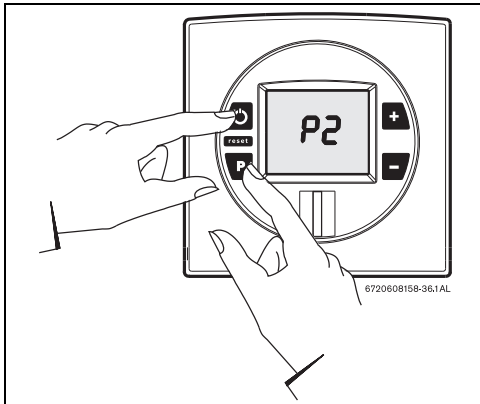

Fig. 39
- ▶ Mantener pulsada la tecla de programación y pulsar el interruptor principal ON/OFF para conectar el aparato (consultar la Fig. 39 ).